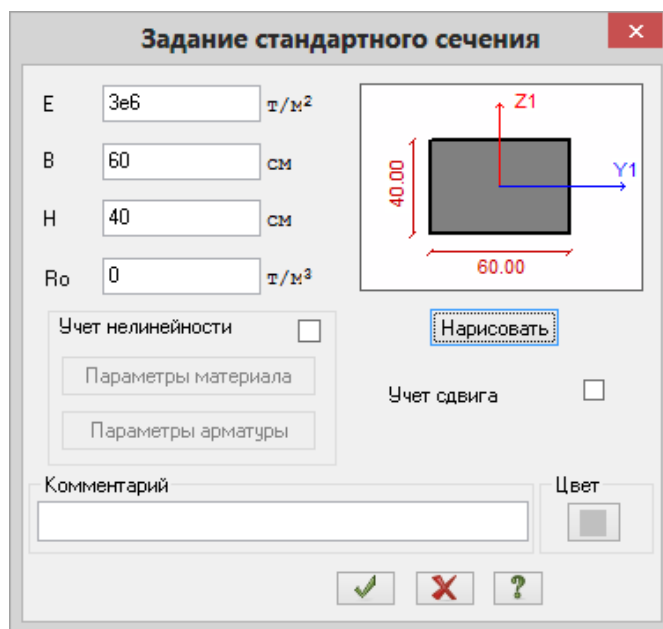

Рис.1.10. Диалоговое окно **Задание стандартного сечения**
- В диалоговом окне **Задание стандартного сечения** (рис. 1.10) задайте параметры сечения **Брус**: